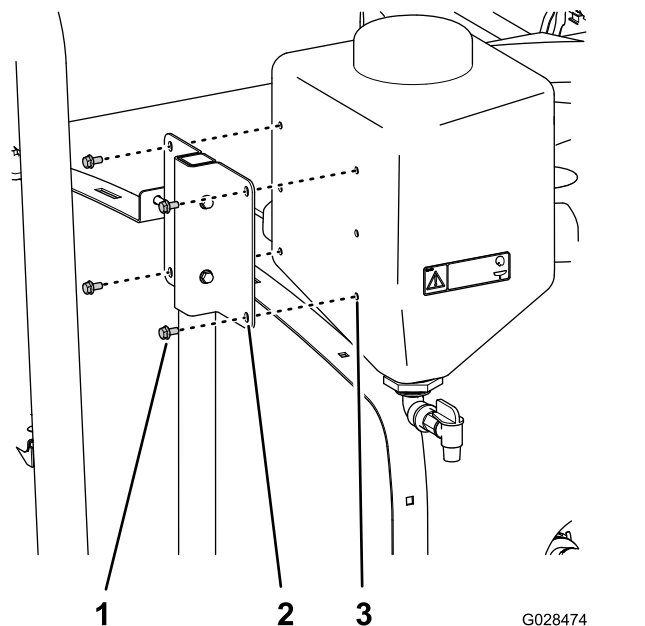

図 37
5. 真水タンクのマウントについている穴にインサートを入れる 図 37。
6. 真水タンクをマウントに固定する 図 37 フランジヘッドボルト5/16 x 5/8"4本を使用する。